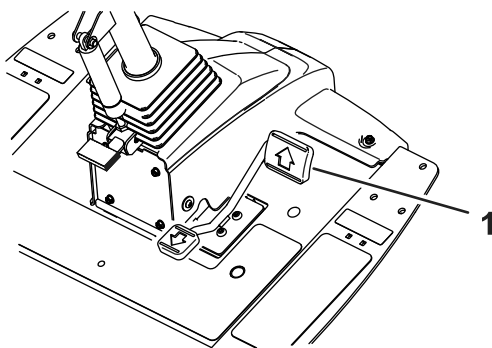
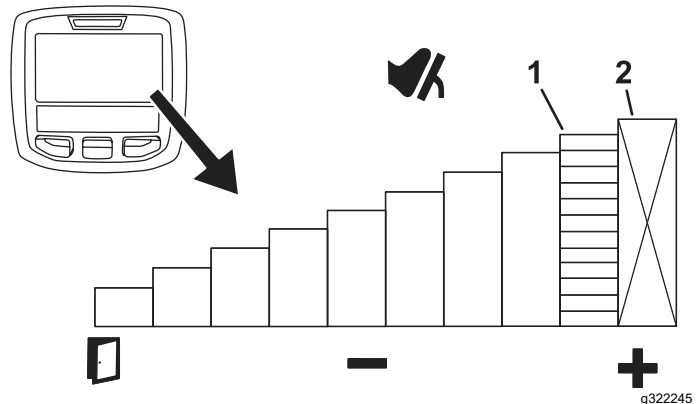

Bild 49
Bild 50
Um vorübergehend die Höchstgeschwindigkeit der Maschine einzustellen, drücken Sie das Fahrpedal ganz nach vorne (Bild 49). Sie können eine separate Geschwindigkeit für den Mäh- und Transportbetrieb einstellen (Bild 50).
- Um auf diese Funktion zuzugreifen, wählen Sie die mittlere Taste auf dem Hauptbildschirm des InfoCenters (Bild 50).